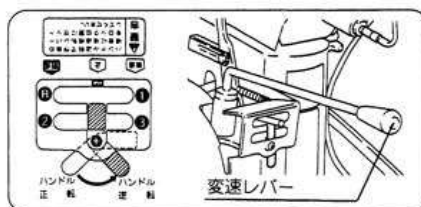

図17
- ② 変速レバーを希望の速度位置にしてください。(図17)